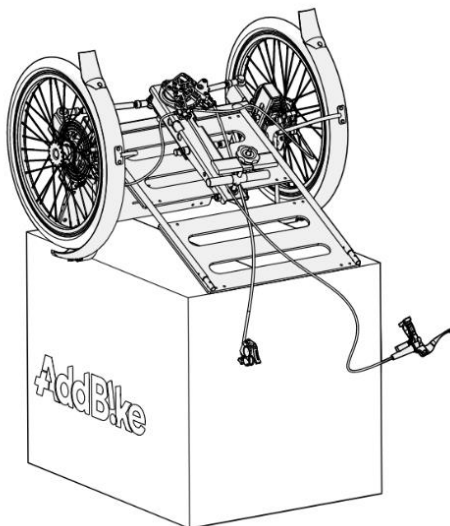

Figure 51 - AddBike+ sur son carton
- Surélevez l'AddBike+ pour qu'il soit stable et que les roues ne touchent pas le sol (en le posant sur son carton d'origine par exemple) (Cf. figure 51) ;